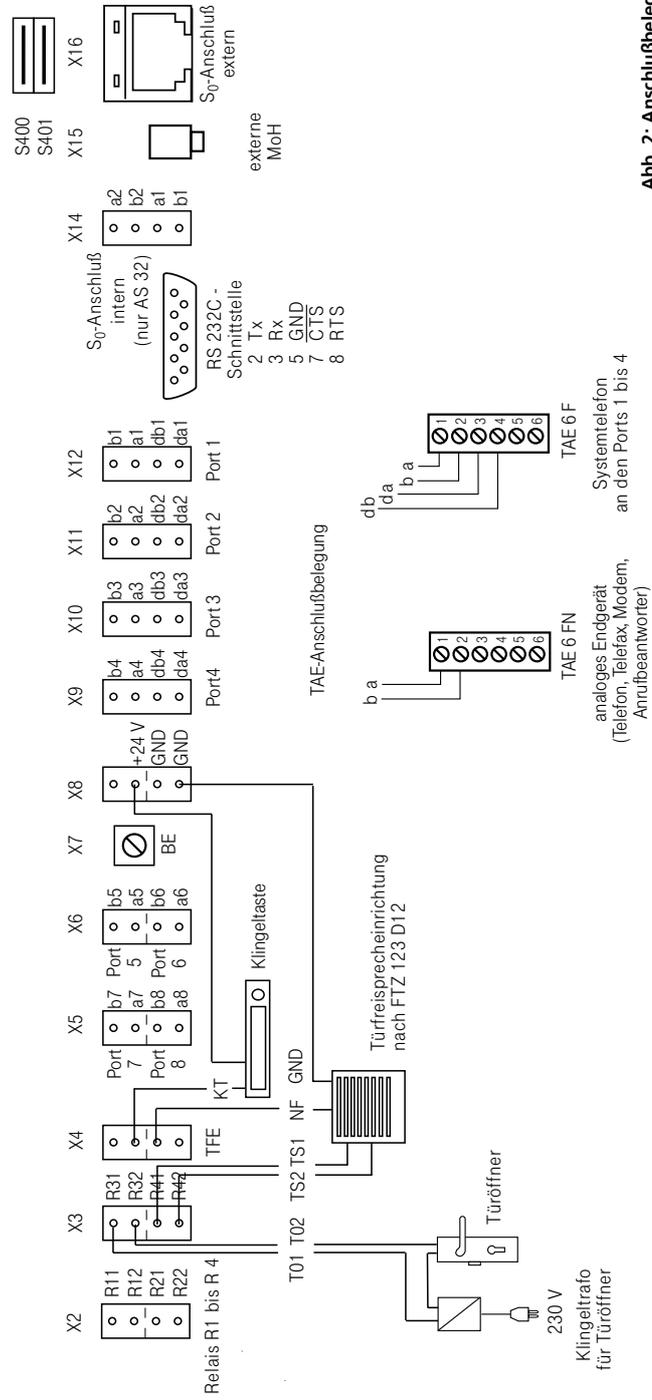

Abb. 2: Anschlußbelegung
- Stecken Sie die Schraubklemmen der einzelnen Leitungen auf die dafür vorgesehenen Steckplätze (Abb. 2).
Anschlüsse: (Abb. 2 Anschlußbelegung) über steckbare Schraubklemmen.
Anschlüsse: (Abb. 2 Anschlußbelegung) über steckbare Schraubklemmen
Zur Einspeisung der externen Wartemusik verbinden Sie den Kopfhörerausgang eines Audio-Gerätes (CD-Player, Cassetten-Recorder, Stereo-Anlage) über einen 3,5 mm - Klinkenstecker mit der Klinkenbuchse (externe MoH) an der Unterseite der Telefonanlage (Abb. 2 Anschlußbelegung).